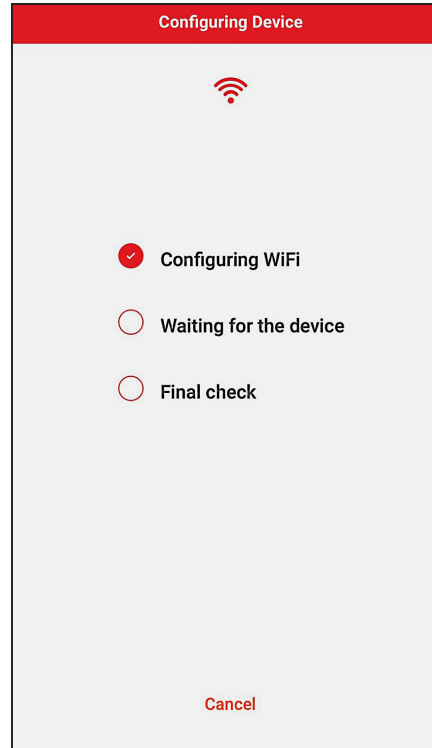

Figure 102. Configuration de l'appareil
- L'application mobile Raymote transmettra les identifiants réseau Wi-Fi à votre appareil. Voir Figure 102.